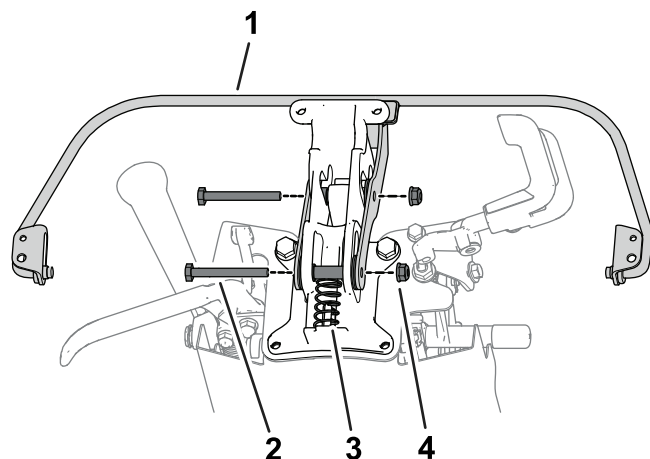

图 6
1. 卸下将拨环固定到手柄支架上的螺栓和螺母。取下隔片、销和弹簧图 6。